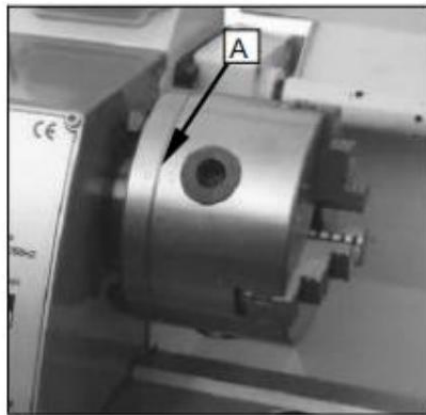

Fig. 26
använder denna universella chuck rund och triangulära fyrkant sexkantig åttakantig och tolv hörn kan vara klämde . (Bild 26)
För original 3, käckchuck det var monterad på den där fabriken har monterat chucken på bästa sätt att garantera de hålla noggrannhet med två " 0 " märke (A) Fig.26 visas på chuck och chuck k flange.